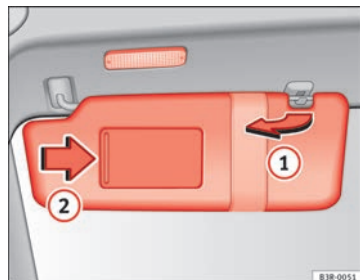

Abb. 97 Sonnenblende
Die Sonnenblenden für den Fahrer und Beifahrer können aus der Halterung in der Fahrzeugmitte herausgezogen und zu den Türen geschwenkt werden (1) ⇒ Abb. 97.